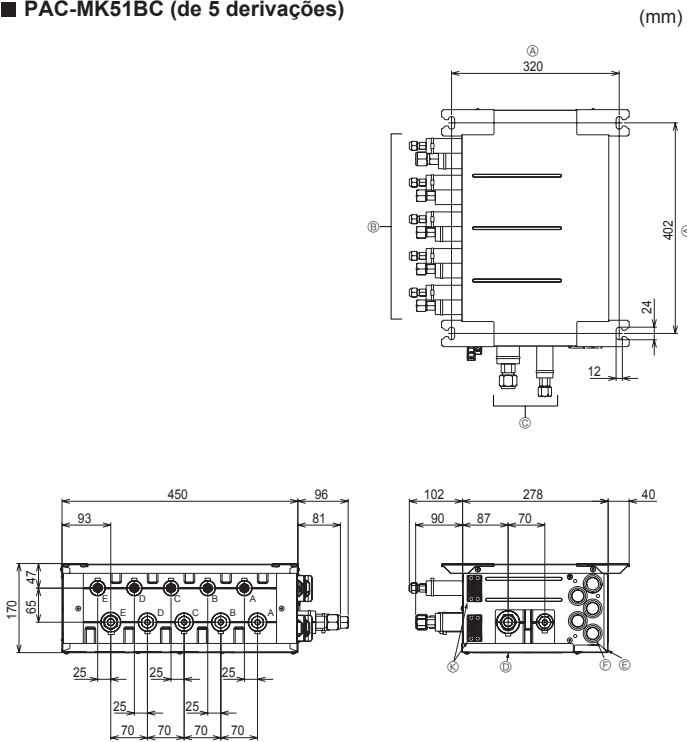

Fig. 4-2
- ② Para unidade interior
- ③ Para unidade exterior
- ④ Painel de serviço (para LEV, TERMÍSTOR)
- ⑤ Tampa eléctrica
- ⑥ Bucha de borracha
- ⑦ Bloco de terminais (a unidade interior na placa de controlo)
- ⑧ Bloco de terminais (a unidade exterior)
- ⑨ Bloco de terminais (para cabo de comunicação)
- ⑩ Braçadeira de cabo
■ PAC-MK51BC (Fig.4-2)